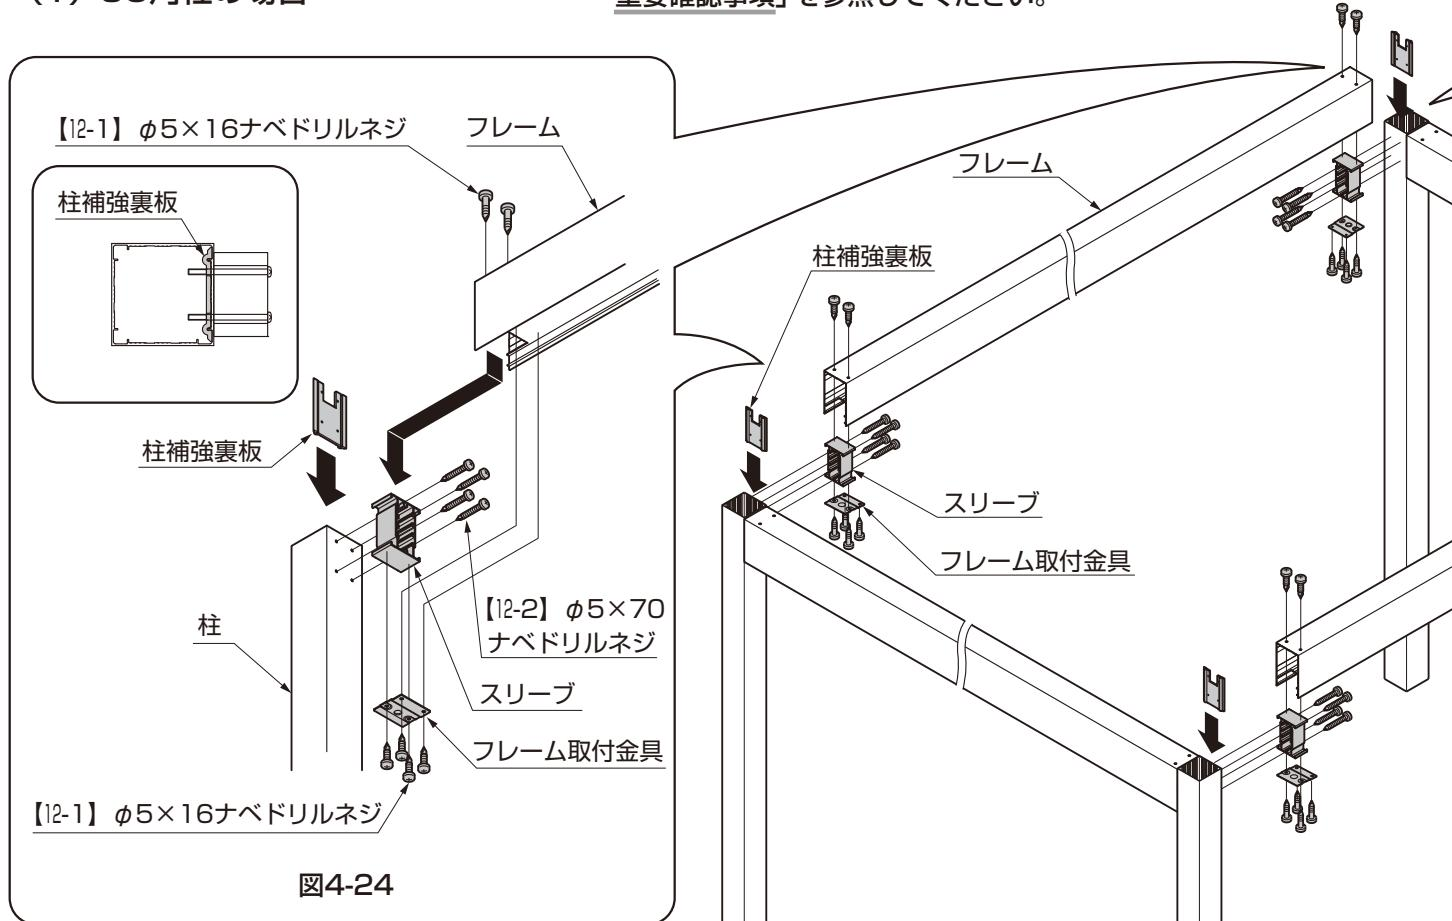
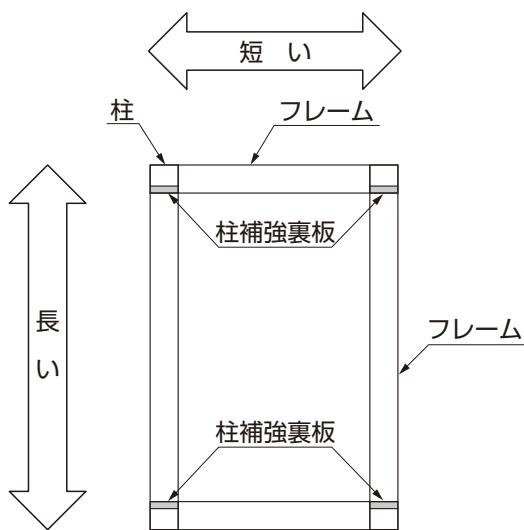

図4-24
図4-25 4隅に柱がある場合の柱補強部品位置
- ② 柱内側に柱補強裏板を入れ、スリーブを【12-2】で取付けてください。(図4-24、図4-25参照)
- ③ スリーブをフレームに、【12-1】で取付けてください。
- ④ スリーブとフレームにフレーム取付金具を、【12-1】で取付けてください。
- ⑤ 柱にアンカー棒を差込み柱を建込んでください。